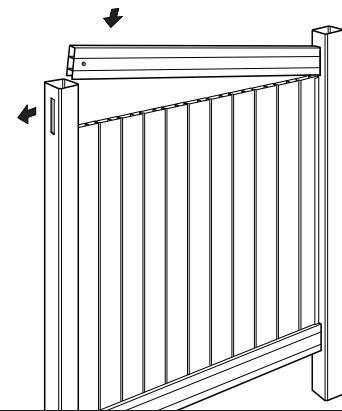

fig. 9
ÉTAPE 7 – Après avoir placé tous les piquets, fixez la traverse supérieure au trou acheminé supérieur situé dans le premier poteau. Travaillant d'un bout à l'autre, glissez la traverse au-dessus des piquets. Pour fixer la traverse dans le deuxième poteau, déplacez légèrement le poteau jusqu'à ce que la traverse puisse être ajustée (fig 9). Une fois la traverse verrouillée fermement, les piquets formeront un panneau solide.